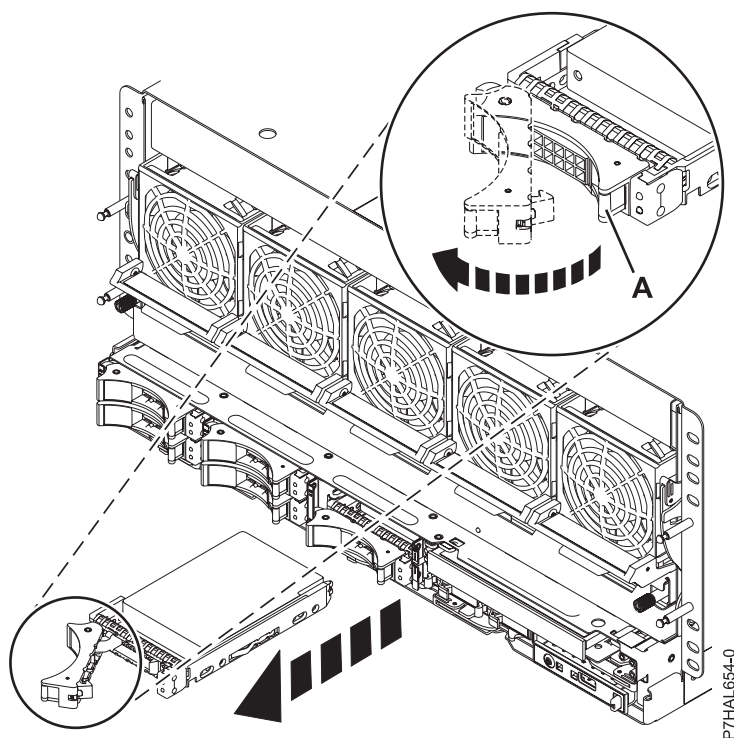

Figura 24. Extracción de una unidad de disco del sistema
1. Desbloquee el asa de la unidad ejerciendo presión y tirando de ella hacia usted, como se ve en Figura 24 en la página 40.